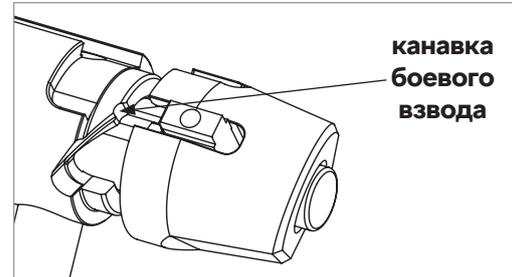

РИС. 38
- ▲ Поверните муфту ПРОТИВ ЧАСОВОЙ СТРЕЛКИ примерно на 30 градусов, пока кулак не попадёт в канавку боевого взвода (указана на РИС. 38).